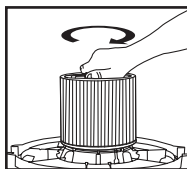

FIGURE 7
13. Maintenez le couvercle du réservoir d'une main, tournez la poignée du porte-filtre dans le sens horaire pour la serrer, en verrouillant ainsi le filtre en place. **FIGURE 7.**